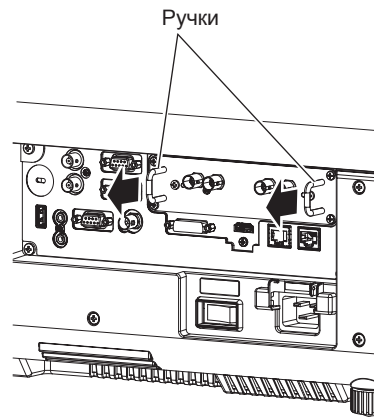

Рис. 1
1) Извлеките Интерфейсную плату. (Рис. 1)